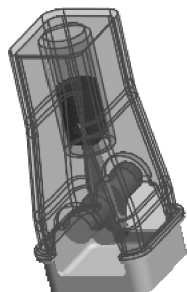

图 9-62 选中件加亮显示
(2) 在模型树中使用鼠标左键选取零件“BLOCK.PRT”，模型区该零件呈加亮显示，如图 9-62 所示。